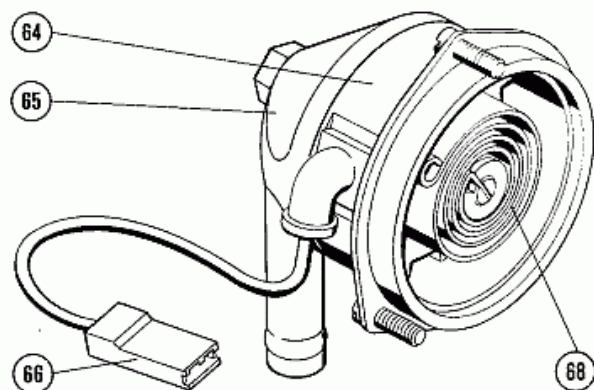

Bild 7 Kühlmittel- und Starterdeckel
- Von der elektrisch- und kühlmittelbeheizten Bimetallfeder im Starterdeckel (68, Bild 7 und 8), die die Position der Starterklappe (5, Bild 9) bestimmt.